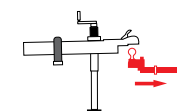

Figura 36
10. Aleje el vehículo remolcador lentamente, bloquee el acoplador del remolque y listo. (Figura 36)